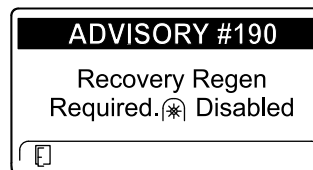

Рисунок 46
- Требуется восстановительная регенерация — вал отбора мощности выключен, ИНФОРМАЦИОННОЕ СООБЩЕНИЕ № 190 (Рисунок 46)